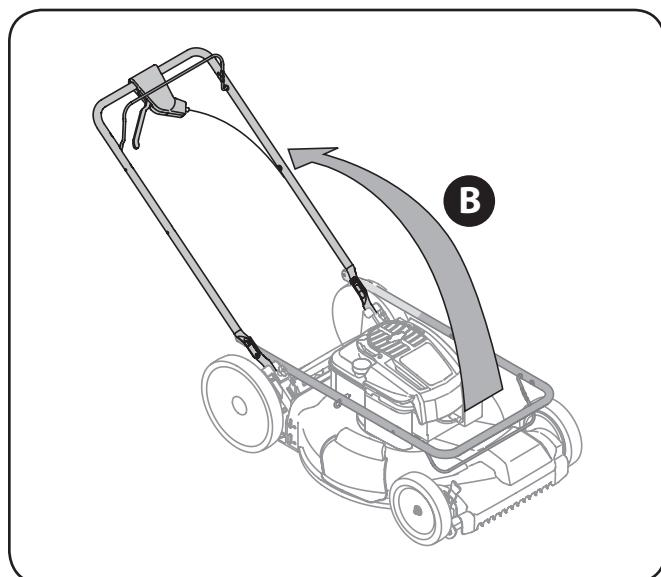

Figura 3-2
- b. Si bien la estabilización de cortacésped por lo que no se mueve, pícate asa superior como se muestra en la figura. 3-2. No engarzado cable mientras levanta la palanca hacia arriba.